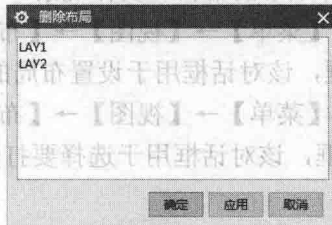

图 1-7 “删除布局”对话框
(7) 删除布局。选择【菜单】→【视图】→【布局】→【删除】命令，当存在用户删除的布局时，弹出如图 1-7 所示的“删除布局”对话框，该对话框用于从列表框中选择要删除的视图布局，系统就会删除该视图布局。
(8) 保存布局。选择【菜单】→【视图】→【布局】→【保存】命令，系统则用当前的视图布局名称保存修改后的布局。